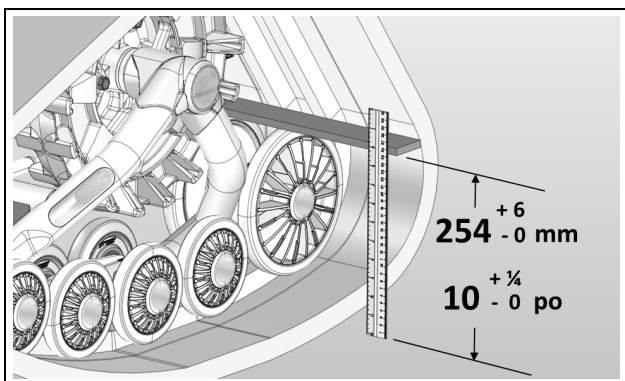

Figure 4
- Positionner une barre plate sur le dessus des roues arrière du système de traction avant et mesurer à partir du sol jusqu'à la barre plate tel que montré à la Figure 4.